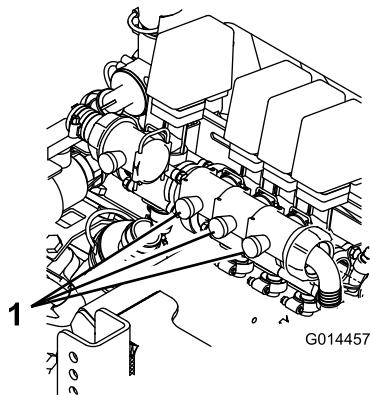

Figura 4
11. Ajuste la válvula de retorno del brazo (Figura 4) del conjunto de la válvula de compensación correspondiente al brazo que desactivó hasta que la presión marcada en el indicador sea la misma que en el paso 8.